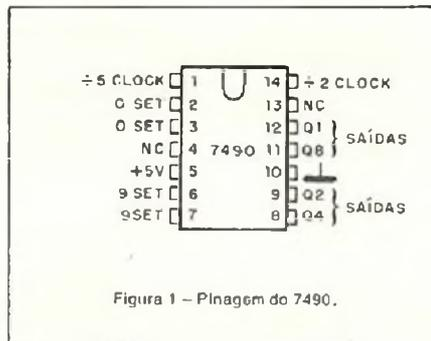

Figura 1 - Pinagem do 7490.
O 7490 é um contador binário de 4 bits que trabalha apenas no sentido crescente (up-counter). Isso significa que o circuito segue uma seqüência binária de 0000 (0) até 1001 (9) e então repete, caracterizando-se como um contador de década (figura 1).